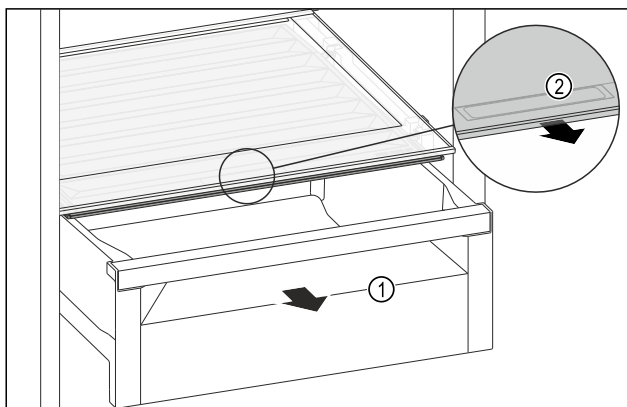

Fig. 110
- Trekk ut skuffen Fig. 110 (1).
- Ta tak i det innfelte grepet Fig. 110 (2) på lokket, og trekk samtidig lokket forover.